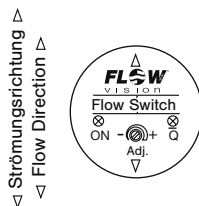

Fig. 4
Die beiden Messfühler (S) müssen im eingebauten Zustand nebeneinander im Medium liegen. Dies ist der Fall, wenn die Schlüsselansatzflächen (F) parallel zur Rohrleitung stehen (siehe Fig. 3) und die Markierung auf der Frontplatte mit der Strömungsrichtung übereinstimmt (siehe Fig. 4).
The two sensors (S) on the flow monitor must be aligned side by side directly across the direction of flow. The sensors are correctly positioned when the wrench flats (F) are aligned parallel with the pipe (see fig. 3) and the marking on the front matches the flow direction (see fig. 4).
Die beiden Messfühler (S) müssen im eingebauten Zustand nebeneinander in der Strömung liegen. Dies ist der Fall, wenn die Schlüsselansatzflächen (F) parallel zur Rohrleitung stehen (siehe Fig. 5) und die Markierung auf der Frontplatte mit der Strömungsrichtung übereinstimmt (siehe Fig. 4).
The two sensors (S) on the flow monitor must be aligned side by side directly across the direction of flow. The sensors are correctly positioned when the wrench flats (F) are aligned parallel with the pipe (see fig. 5) and the marking on the front plate matches the flow direction (see fig. 4).